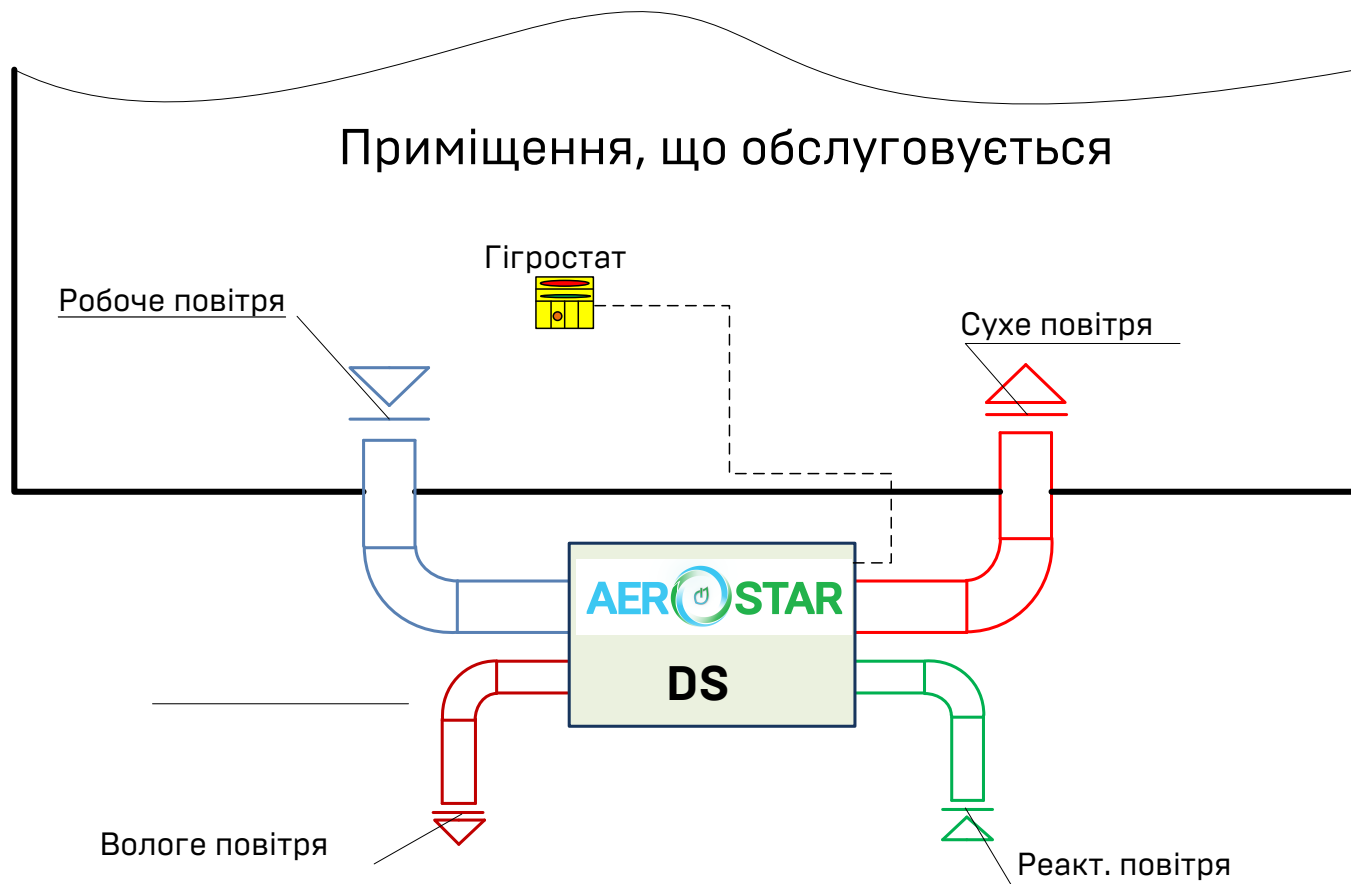

Рисунок 4.2 – Робота осушувача за «закритою» схемою (зовнішнє виконання)
- ✓ робота осушувача за «закритою» схемою (зовнішнє виконання) – див. рисунок 4.2;